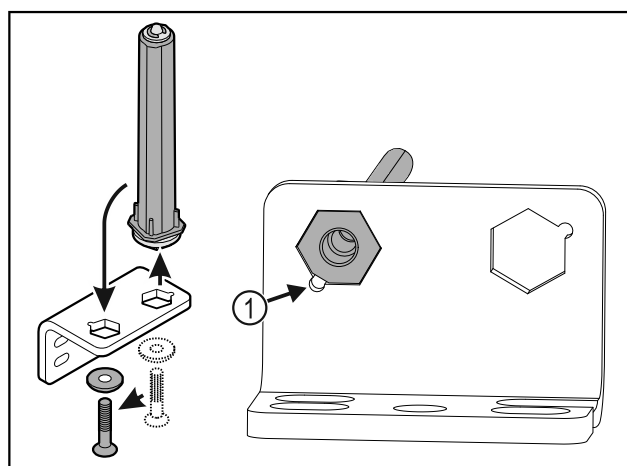

Fig. 39
- ▶ Pass på at den skrå kanten på bolten Fig. 39 (1) peker mot det runde hullet under innsettingen.